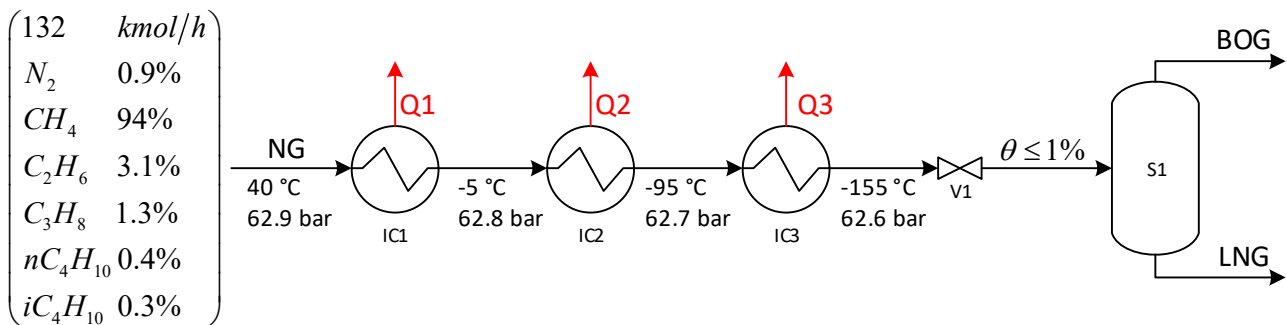

Figura 6. Proceso de licuefacción de gas natural
En la Figura 6 se observa un proceso de licuefacción de gas natural en tres etapas. La corriente principal de gas natural (GN) se enfría mediante un ciclo de refrigeración que en el presente practico obviaremos su simulación.